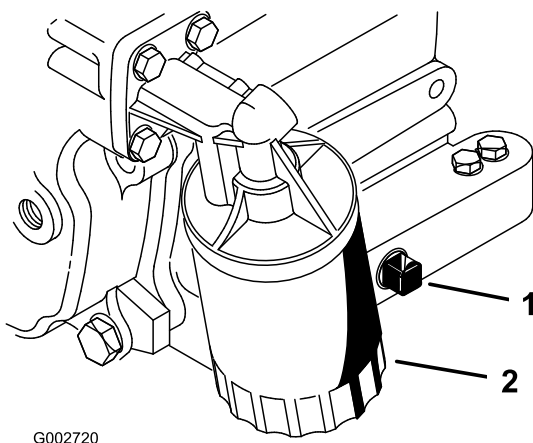

Figura 26
2. Retire o tampão de escoamento (Figura 26) e deixe o óleo escorrer para um recipiente adequado. Quando o óleo parar, volte a montar o tampão de escoamento.
3. Retire o filtro do óleo (Figura 26). Aplique uma leve camada de óleo limpo na gaxeta do novo filtro.